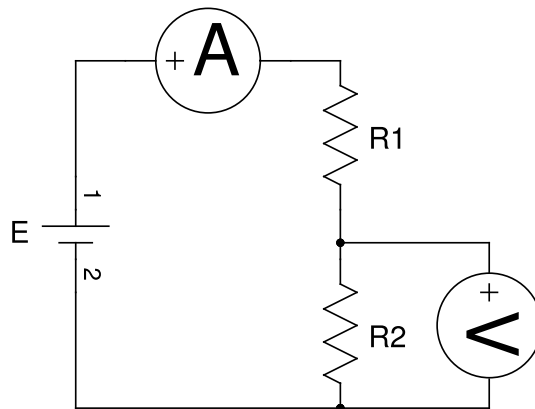

Figura 1.5
1. Monte o circuito da figura 1.5, para $1k\Omega \leq R_1 < R_2 \leq 20k\Omega$;
3. Meça com um voltmetro e um amperímetro a corrente e a tensão indicadas na figura 1.5 para $E = 0.5V$;